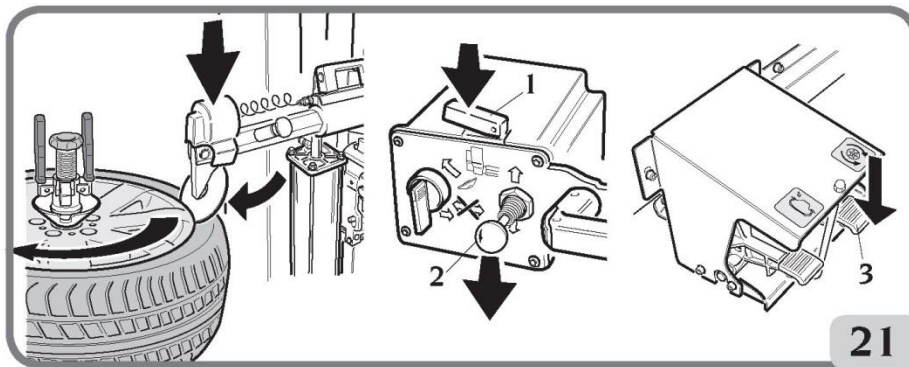

rys. 21), jednocześnie opuszczając stopniowo dysk zbijaka (kontroler – 2, rys. 21).
- Wstępnie ustawić dysk zbijaka za pomocą kontrolera  (2, rys. 21). Opona powinna zostać wciśnięta około 5 mm.
- Rozpocząć penetrację za pomocą dysku  (1, rys. 21) i obracać koło  (3,
- Zwolnić kontroler penetracji (1, rys. 21).